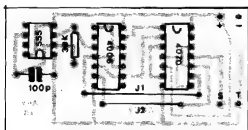

Fig.3
- FIG. 3 - CHAPEADO DA MONTAGEM - Sobre o lado não cobreado da plaquinha, quase "nada": os três Integrados, o resistor, o capacitor e (não esquecer disso...) os dois jumpers (codificados como J1 e J2...), que nada mais são do que pedaços simples de fio interligando duas ilhas/furos específicos... O único ponto que requer um pouco mais de "zêio": a orientação de cada um dos Integrados, sempre referenciada pela marquinha existente em